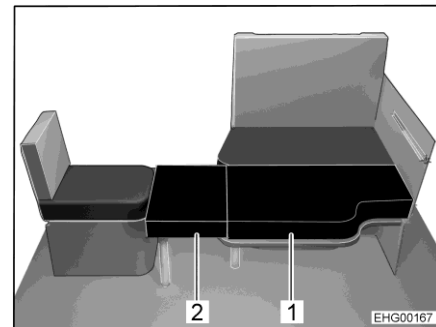

Bild 120 Nach dem Umbau
Die Längssitzbank kann zusammen mit dem seitlichen Einzelsitz und der abgesenkten Tischplatte des Hängetisches zu einem Zusatzbett umgebaut werden. Um die Liegefläche herzustellen, werden zwei Zusatzpolster benötigt. Eines der Zusatzpolster (Bild 120,2) ist mit einer ausklappbaren Fußstütze und einem Haltewinkel ausgestattet. Das andere Zusatzpolster (Bild 120,1) wird auf die Tischplatte gelegt.
- Fußstütze am kleineren Zusatzpolster (Bild 120,2) ausklappen.
- Haltewinkel des Zusatzpolsters (Bild 120,2) am Einzelsitz einhängen und Zusatzpolster auf die Tischplatte legen.
- Zweites Zusatzpolster (Bild 120,1) auf die Tischplatte legen.